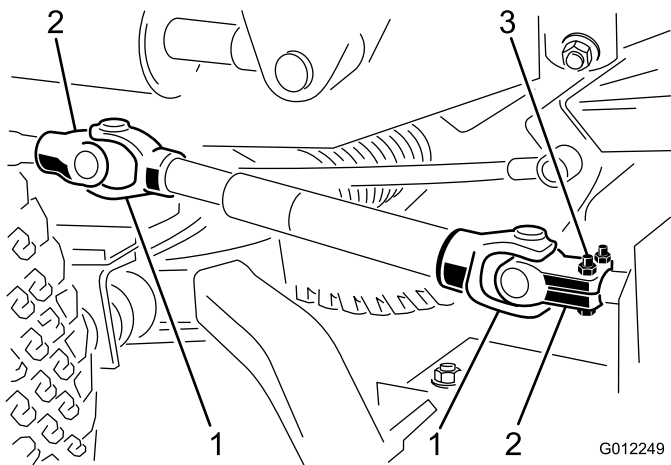

Figure 11
1. Alignez les trous de la chape et de l'arbre d'entrée de la boîte d'engrenages. Glissez la chape sur l'arbre et fixez-les ensemble avec une goupille cylindrique, 2 vis à tête (5/16 x 1-3/4 po) et 2 contre-écrous (5/16 po) (Figure 11).